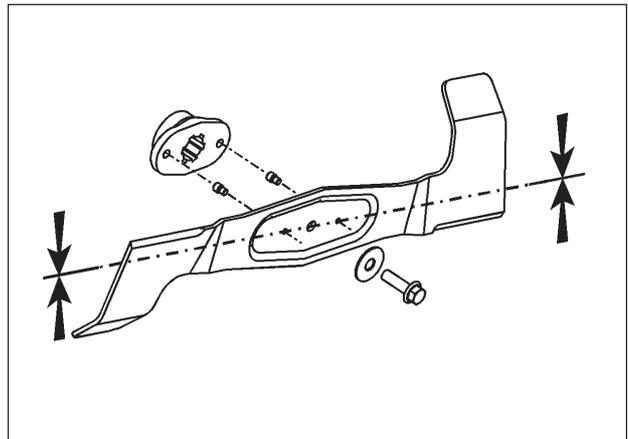

Fig. 30
Quand les lames touchent un obstacle, les boulons de sécurité se cassent. Arrêter immédiatement le moteur ! Vérifier l'état des lames ! Remplacer les boulons de sécurité cassés par des boulons de sécurité neufs (en aucun cas, les remplacer par des boulons standard). Pour l'installation des boulons de sécurité voir fig. 30. Le couple de serrage est de 8-10 Nm. Vérifier que toutes les pièces de fixation des lames sont bien serrées.
2. Lors du remplacement des lames, s'assurer de remonter les pièces dans le bon ordre, et de leur serrage, sous peine d'apparition de vibrations importantes (Voir fig. 30). Les déflecteurs doivent être sur la face supérieure. Sinon, les lames ne couperont pas.
BROCHES DE CISAILLEMENT (FIG 30)
REGLAGE DES COURROIES (FIG. 30 ET 31)